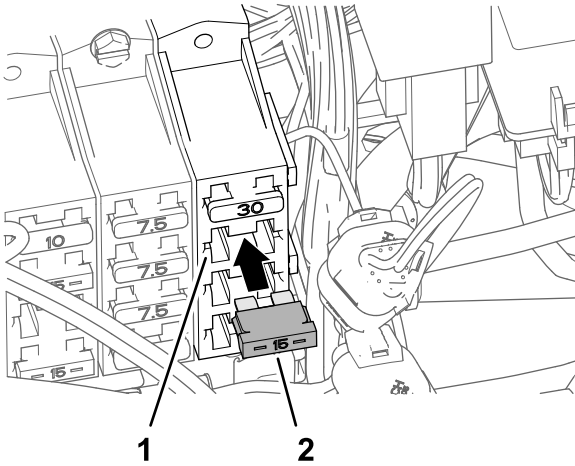

图191
6. 将保险丝 15A 插入保险丝盒 3 的保险丝槽 2 直至保险丝完全到位图191。